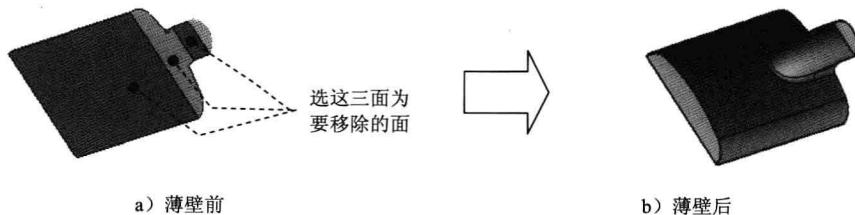

图 2.15 薄壁特征 1
Step10. 创建图 2.15 所示的薄壁特征 1。在 **实体** 区域中单击  按钮，在“薄壁”命令条的 **同一厚度** 文本框中输入薄壁厚度值 2.0，然后右击；在系统提示下，选择图 2.15a 所示的模型表面为要移除的面，然后右击；单击窗口中的 **预览** 按钮，单击 **完成** 按钮，完